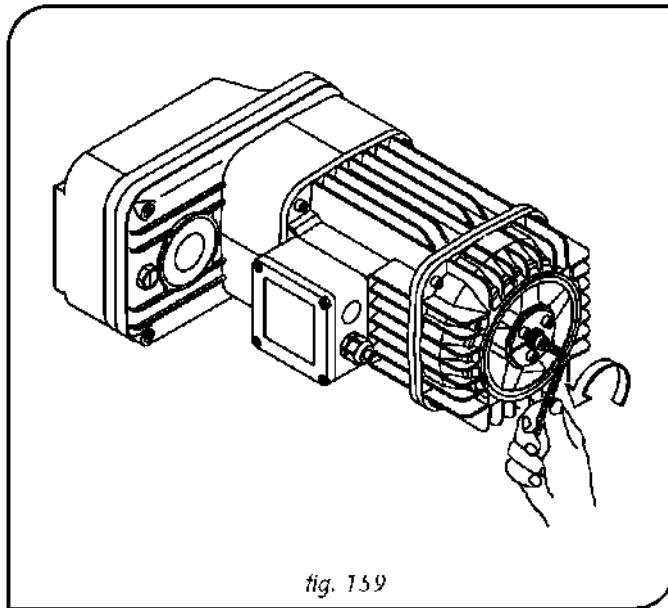

fig. 159
1. Poluzować środkowy wkręt z łbem z sześciokątnym gniazdem (rys. 159).